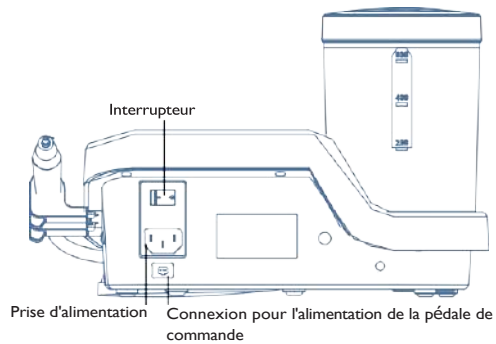

Figure 2
2.5.4 Préparez la bouteille d'eau et remplissez-la avec une quantité d'eau appropriée. (Voir figure 2)